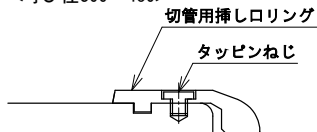

図82 タッピンねじの締め付け
- ⑤ プラスドライバを用いてタッピンねじを締め付けて切管用挿し口リングを固定する (切管用挿し口リングからねじの頭部が飛び出ない程度が目安 図82)。タッピンねじが所定の位置まで締め込められない場合は、⑨の手順に従い再加工を行う。